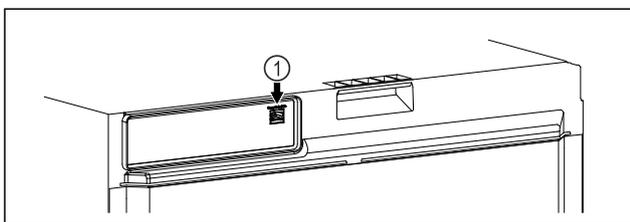

Fig. 117
- Le SmartModule Fig. 117 (1) est installé.